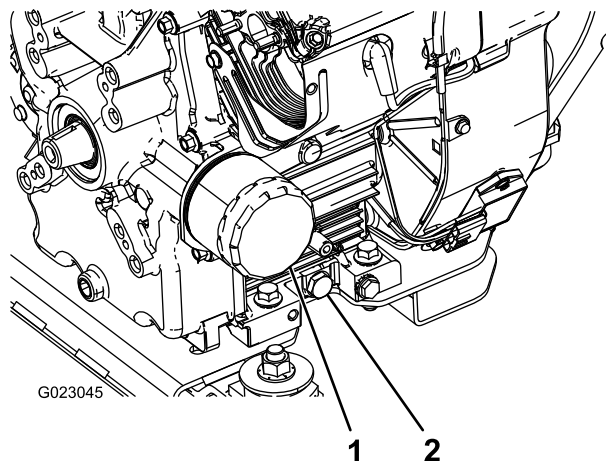

Figura 41
5. Retire o tampão de escoamento (Figura 41).
8. Coloque lentamente cerca de 80% da quantidade de óleo especificada no bocal de enchimento do óleo (Figura 41).